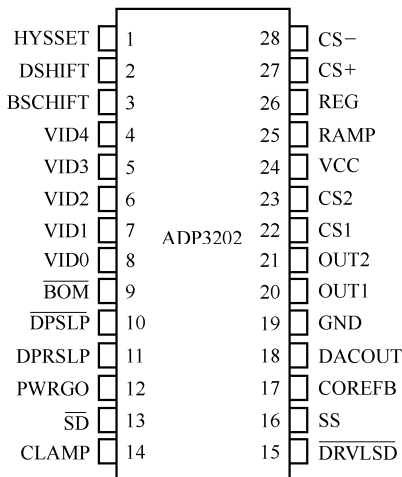

图 6-47 ADP3203 引脚
ADP3203 引脚功能如图 6-47 所示。①脚为延迟设置，②脚是 CPU 休眠方式，③脚是电池电压模式，④～⑧脚为 CPU 核心电压识别脚，⑨脚是电池最优化调节，⑩脚为休眠方式控